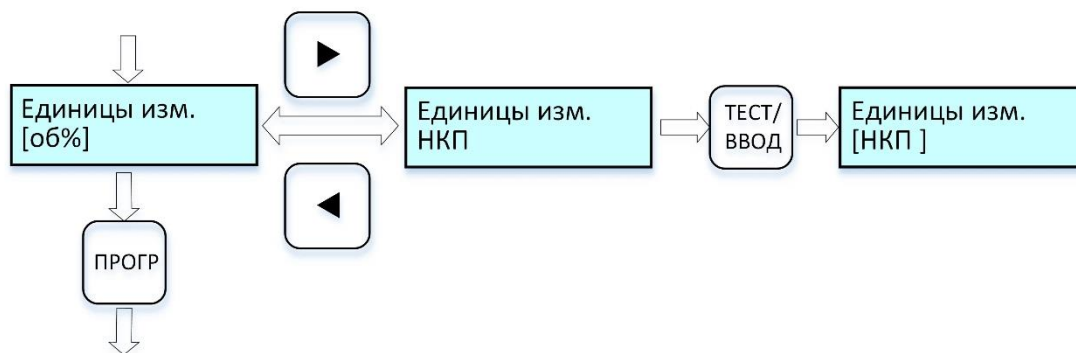

Рисунок 10 – Циклограмма выводимых сообщений на дисплей при выборе единиц измерения
2.6.5.6 Для **выбора единиц измерения** выполнить действия по п. 2.6.5.1 (при необходимости), далее по циклограмме рис. 10.